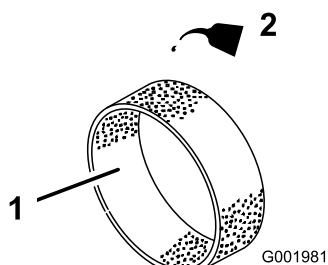

図 43
4. 乾いたら新しいエンジン・オイルを30～60 cc含ませる(図 43)。